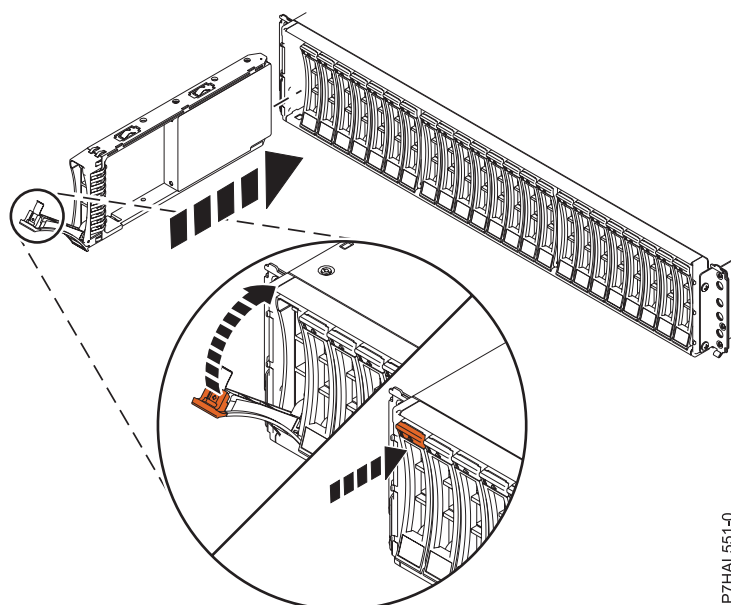

Figure 3. Installation de l'unité de disque dans le Boîtier d'unité de disque 58/87
1. Avec la poignée en position déverrouillée, comme illustré à la figure 3, à la page 9, maintenez l'unité par le dessous pour l'aligner avec les rails de guidage dans l'unité d'extension.